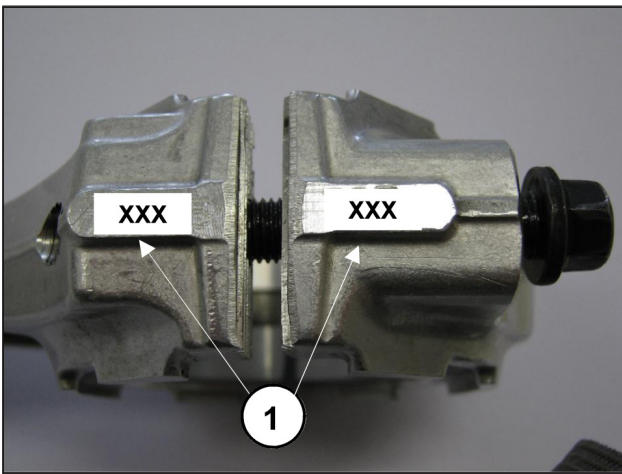

Fig. 9
- Emparelhe as capas de biela em suas respectivas hastes, consultando a numeração (Fig. 9, pos. ①).